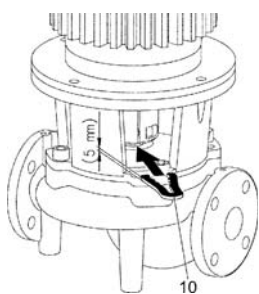

Fig. 19: Montavimo šakutės pritvirtinimas
- Įstumti montavimo šakutę (Fig. 19, poz. 10) tarp karkaso ir movos. Montavimo šakutė turi nejudėti.
- Įstumti montavimo šakutę (Fig. 19, poz.10) tarp karkaso ir movos. Montavimo šakutė turi nejudėti.